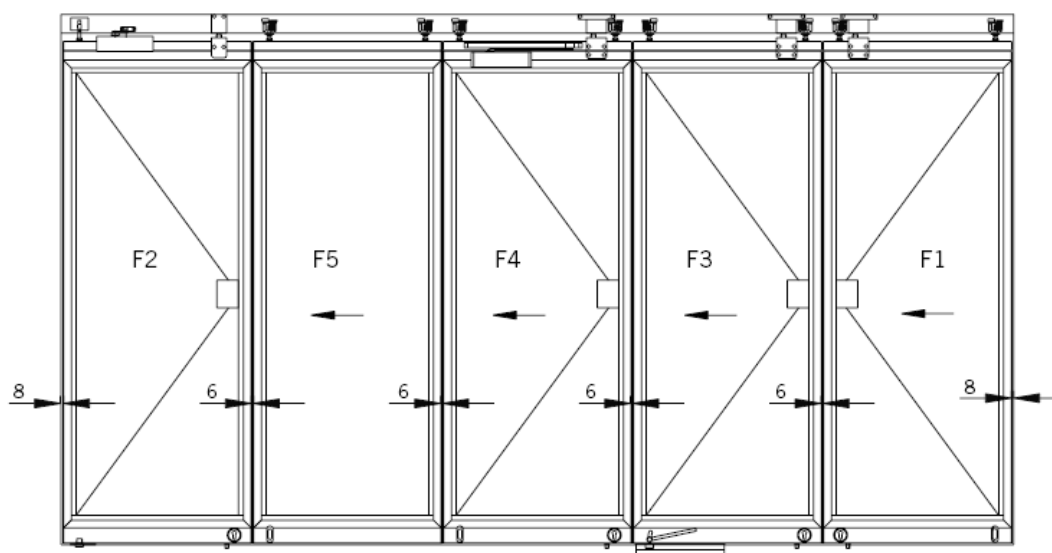

Fig. 9
9. Пример установки 5 панелей (Рис. 9)
Установите запорную планку/розетку. Для более точного размещения планки и розетки возможны отклонения ± 4 мм и ± 2.5 мм соответственно. Затем задвиньте панель и закройте ее. Прочистите тоже самое с другими панелями (панели F3 и F4 с зазором 4 мм) (**Рис. 9**).
В случае с последней панелью (панель F1 на рис. 9) установите прокладку (а) (длиной примерно 100 мм) в прикрепленном к стене профиле, если необходимо. Тогда уплотнитель будет находится под давлением, что обеспечит зазор в 8 мм при защелкнутом замке.